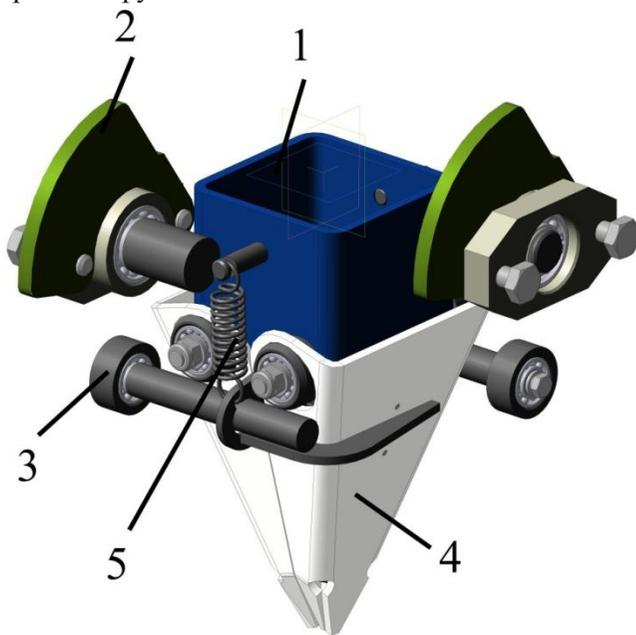

Рисунок 3 – Сошник высаживающий
**1.2.7 Высаживающий сошник** (рисунок 3) осуществляет непосредственно высадку растений в почву.